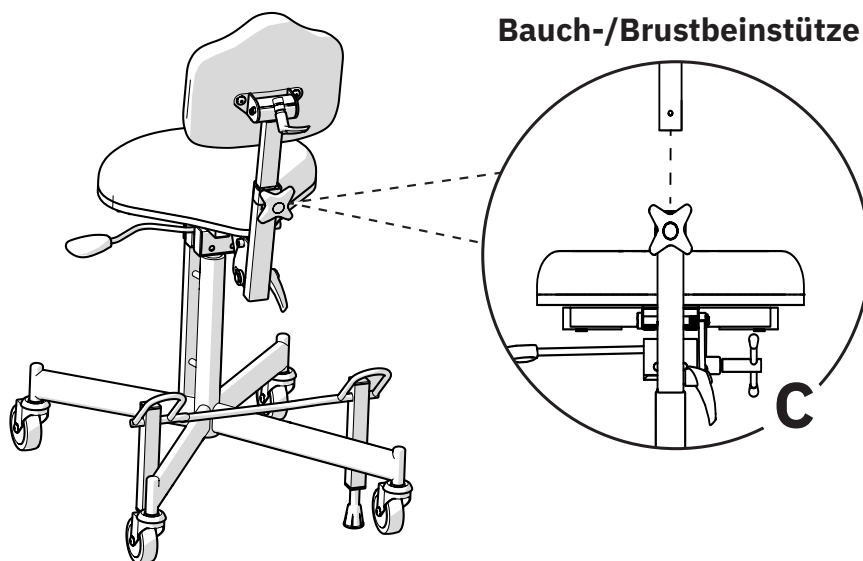

Abb. 2.2. Vorbereitungen vor der Inbetriebnahme von Modellen mit Bauch-/Brustbeinstütze.
Bei Modellen mit Bauch-/Brustbeinunterstützung setzen Sie das Rohr der Bauch-/Brustbeinstütze in den entsprechenden Mechanismus (C) ein und stellen Sie die gewünschte Höhe ein, siehe Abb. 2.2. Ziehen Sie sämtliche Handschrauben (C) fest.